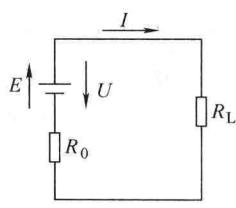

图 1-18 简单的闭合电路
(1) 全电路的欧姆定律 如图 1-18 所示是简单的闭合电路， $R_L$  为负载电阻， $R_0$  为电源内阻，若略去导线电阻不计，则此电路用欧姆定律表示为